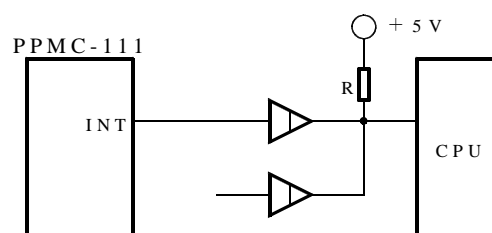

図 2-7 PPMC-111 割り込み出力信号の接続例
- ① PPMC-111 がホスト・プロセッサより受け取った命令コードやパラメータが不正な場合
- ② PPMC-111 への命令コードの終了割り込み制御が許可がされており、PPMC-111 のパルス出力が終了した場合
\overline{INT} 信号は通常“H”レベルで上記①及び②の条件が成立した場合に“L”レベルになります。なお、 \overline{INT} 信号端子はオープンコレクタでないため、複数の割込を接続する場合は図 2-7 のようにオープンコレクタのバッファを設けるようにして下さい。